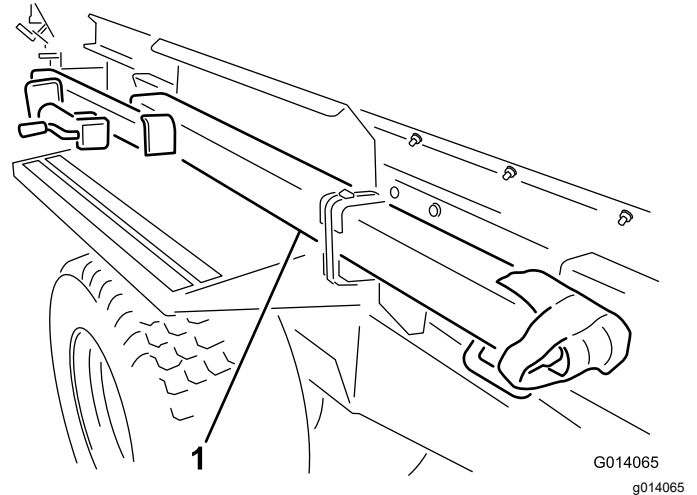

Bild 3
- Schneiden Sie beide Gurte durch, mit denen die Anbauvorrichtung am Kotflügel befestigt ist, um die Anbauvorrichtung aus der Versandstellung zu nehmen (Bild 3). Nehmen Sie die zwei Befestigungshalterungen vom Kotflügel ab und werfen Sie sie weg.